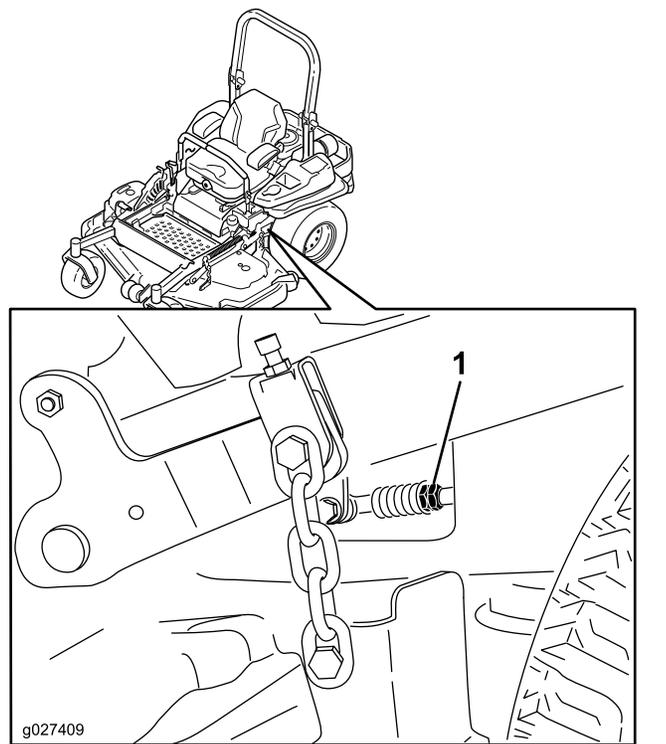

Рисунок 96
10. Отрегулируйте длины штоков управления насосами, повернув сдвоенные гайки штоков в соответствующих направлениях так, чтобы колеса немного медленно вращались в обратном направлении (Рисунок 96).